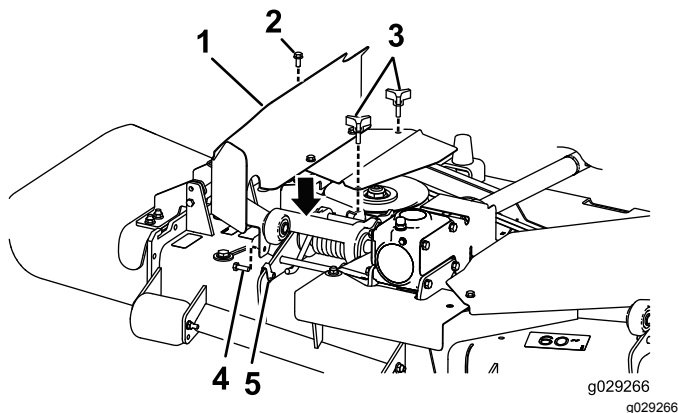

Figura 10
1. **Para las carcassas que tiene instalado el sistema recogehierbas:** instale el conjunto del protector derecho (Figura 10).